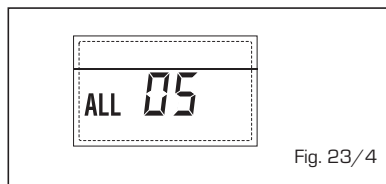

Fig. 23/4
- **BLOQUEIO CHAMA "ALL 06"** (fig. 23/5)